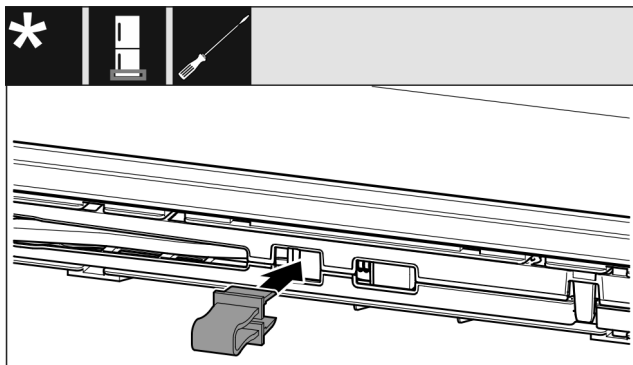

Fig. 14
► Zazębić zabezpieczenie w otworze. (patrz Fig. 14)